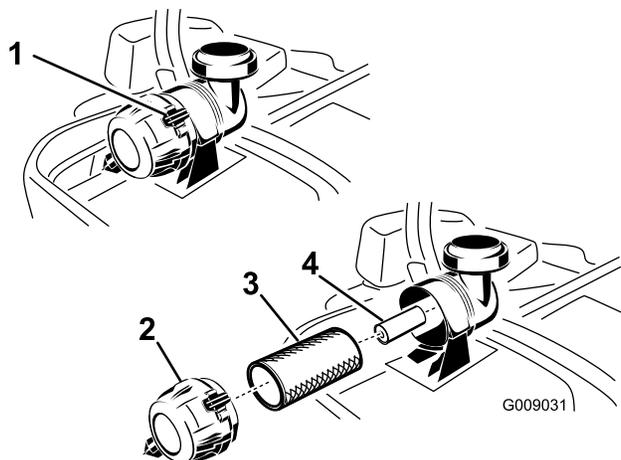

Figura 44
3. Presione hacia abajo para abrir los enganches del limpiador de aire y tire de la tapa del limpiador de aire para separarla de la carcasa del limpiador de aire (Figura 44).
5. Extraiga con cuidado el filtro primario del cuerpo del limpiador de aire (Figura 44). Evite golpear el filtro contra el lado de la carcasa.
1. No limpie el filtro de papel, cámbielo (Figura 44).
2. Si va a cambiar el filtro secundario (motores de 22 y 24 cv solamente), deslícelo cuidadosamente en el cuerpo del filtro (Figura 44).
3. Deslice cuidadosamente el filtro primario por encima del filtro secundario (Figura 44). Asegúrese de que está bien asentado empujando sobre el borde exterior del filtro mientras lo instala.
4. Instale la tapa del limpiador de aire y gírela hasta que los enganches la bloqueen en su sitio (Figura 44).